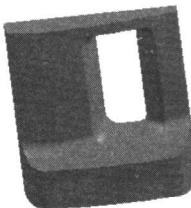

图 1-19 补片得到的实体
- 单击 Apply 按钮, 得到见图 1-19 所示实体。